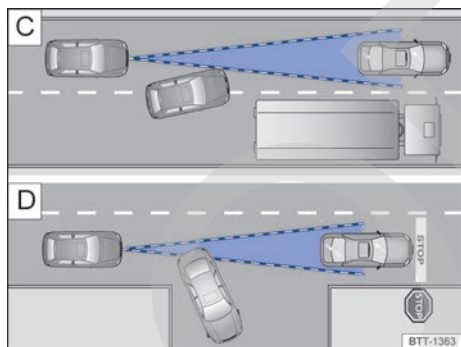

Fig. 151 [C] Cambio de carril. [D] Vehículo girando y otro detenido.
Si, p. ej., un vehículo detectado por el ACC gira o se aparta y delante del mismo se encuentra un vehículo detenido, el ACC no reaccionará ante este último → fig. 151 [D].
- En caso de vehículos que cambien al carril por donde usted circula a muy poca distancia del vehículo → fig. 151 [C].